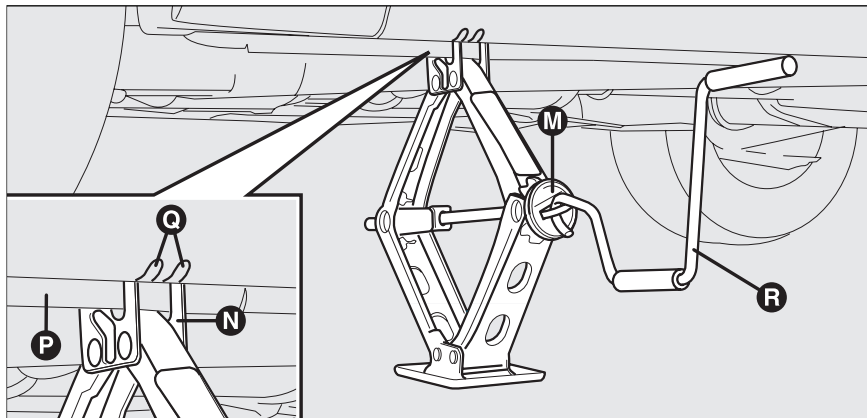

Рис. 6
□ вращая рукоятку домкрата **M**, см., **рис. 6**, раздвигайте его, пока крепление **N** на верхней части домкрата не войдет в гнездо **Q**, расположенное на обнижении **P** кузова (примерно в 72 см от центра переднего колеса или 75 см от центра заднего);
□ установите рукоятку **R**, **рис. 6** и поднимайте автомобиль пока колесо не оторвется от земли на несколько сантиметров;
- используя рукоятку домкрата **R, рис. 6**, опустите автомобиль и уберите домкрат;